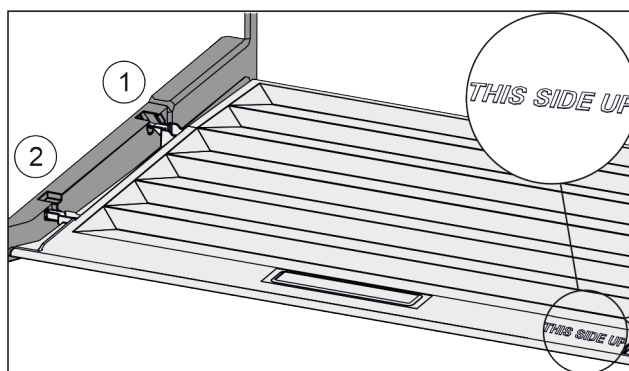

Fig. 28
- Inserire le nervature del coperchio attraverso l'apertura del supporto posteriore Fig. 28 (1) e innestare anteriormente nel supporto Fig. 28 (2).